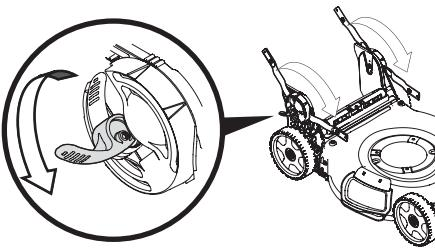

Figura 11
2. Destrabe las dos palancas de liberación de manija. Vea el recuadro de la Figura 11.